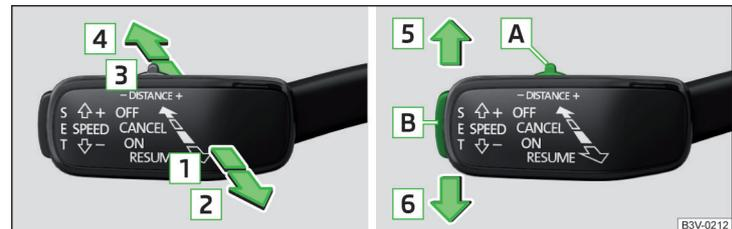

Abb. 285 Bedienungshebel
» Abb. 285
- Die Taste **SET** » Abb. 285 auf Seite 247 drücken.
- **oder:** Den Hebel in die gefederte Stellung **RESUME** » Abb. 285 auf Seite 247 einstellen.
- Den Hebel in die gefederte Stellung **CANCEL** » Abb. 285 auf Seite 247 einstellen.
Die gewünschte Geschwindigkeit wird mit dem Bedienungshebel eingestellt oder geändert » Abb. 285 auf Seite 247.
➤ Den Schalter **DISTANCE** in die gefederte Stellung – oder + einstellen » Abb. 285 auf Seite 247.
Ein Beschleunigungsvorgang kann jederzeit durch Betätigung des Bremspedals oder den Druckpunkt **CANCEL** am Bedienungshebel » Abb. 285 auf Seite 247 abgebrochen werden.